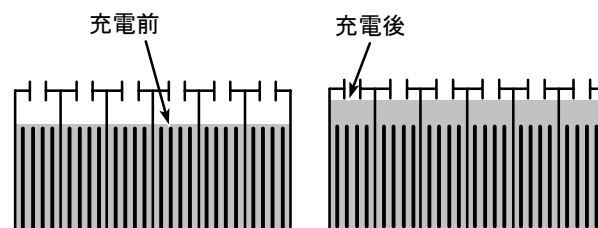

図 49
1. バッテリーの損傷を防ぐため、バッテリー液量を頻繁に点検してください。液は図に示したレベルにしてください（図 49）。液量が少ない場合は、蒸留水を補給してください。入れすぎないでください。液は充電時に膨張し、溢れることがあります。